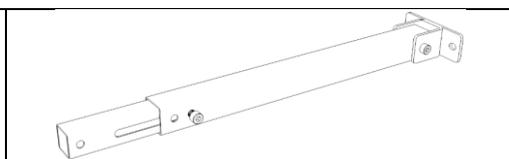

Figura 9
**Fase 3:** Collegare la staffa anteriore (A) con il supporto (C2)
- Allineare i fori del supporto (C2) e della staffa anteriore (A) (figura 9).